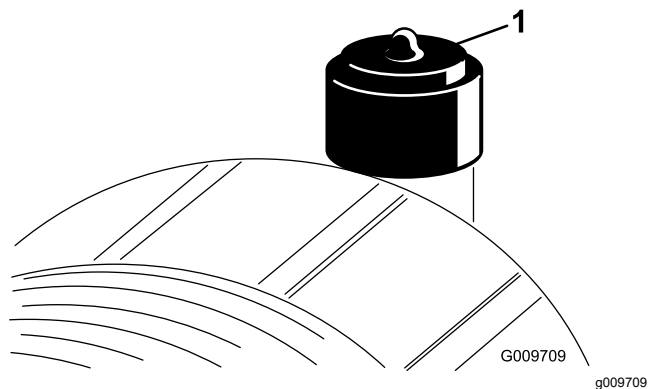

Figura 72
Effettuate la manutenzione del filtro dell'aria quando l'indicatore (Figura 72) lo richiede. Sostituendo il filtro dell'aria prima del necessario si aumenta il rischio che la morchia penetri nel motore quando si toglie il filtro.
8. Se la spia (Figura 72) è rossa, resettatela.